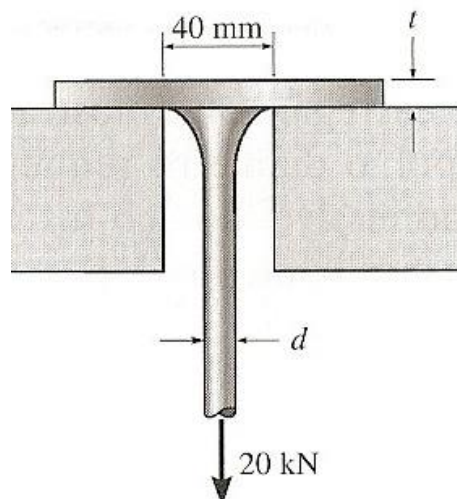

Figura 2.11
2.2.5 O tirante da Figura 2.11 está apoiado em sua extremidade por um disco circular fixo como mostra a figura. Se a haste passa por um furo de 40 mm de diâmetro, determine o diâmetro mínimo requerido da haste e a espessura mínima do disco necessários para suportar uma carga de 20 kN. A tensão normal admissível da haste é 60 MPa, e a tensão de corte admissível do disco é 35 MPa.